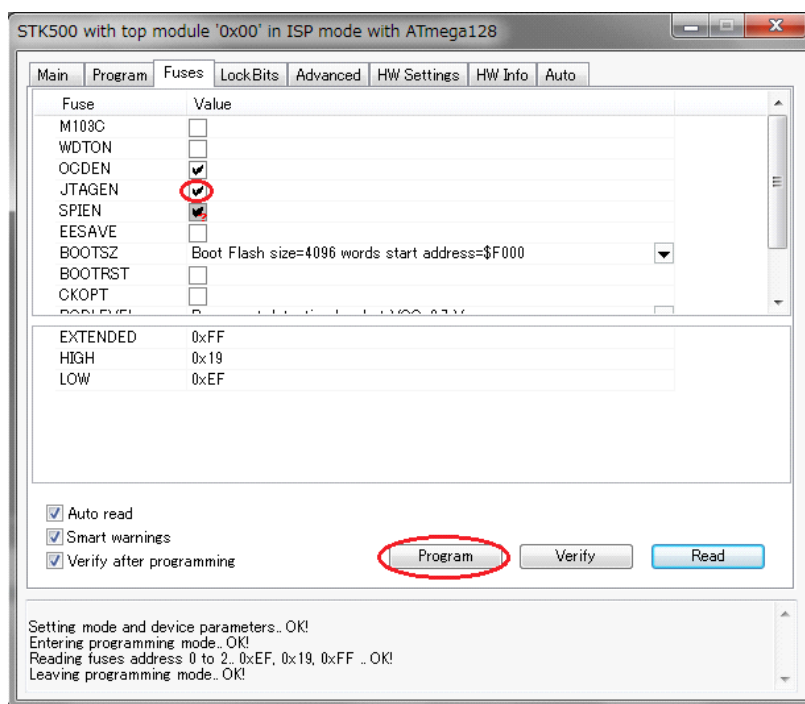

図 2. パラレルポートタイプのISPPROを利用したときにICCAVRの In System ProgrammingでJTAGENヒューズをEnableにする画面
- ATmega128 開発ボードの場合は、AVR Studioで ToolsのIn System Programmingでヒューズビットを図 2 のように 0xff19efに設定します。ヒューズビットを 0xff19efにした場合は EEPROM Writeができないようにプロテクトが追加されます。